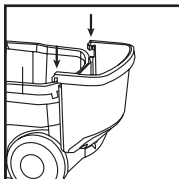

FIGURA 13
18. Inserte las lengüetas de la cesta de accesorios en las ranuras en la parte posterior del depósito. **FIGURA 13.**